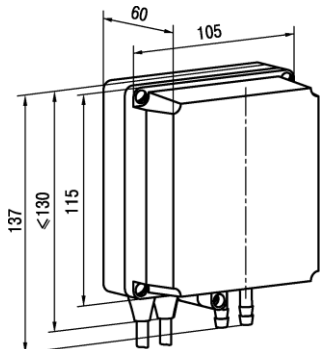

Рисунок 1 – Габаритные размеры преобразователь настенного крепления
1. Закрепить кронштейн тремя винтами М4×20 (в комплект поставки не входят) на поверхности, предназначенной для установки преобразователя (см. рисунок 1 и рисунок 2, а).